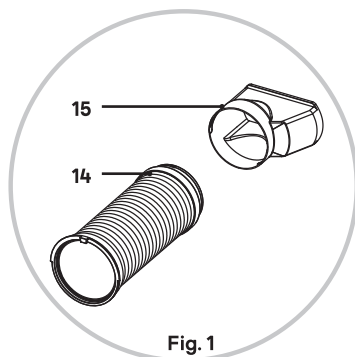

Fig. 1
2. Estique a mangueira (12) até ao comprimento pretendido e posicione o bocal de extração (15) através de uma janela aberta.
3. Encaixe e bloqueie o bocal de extração (15) no conector de extração (14). (Fig. 1)